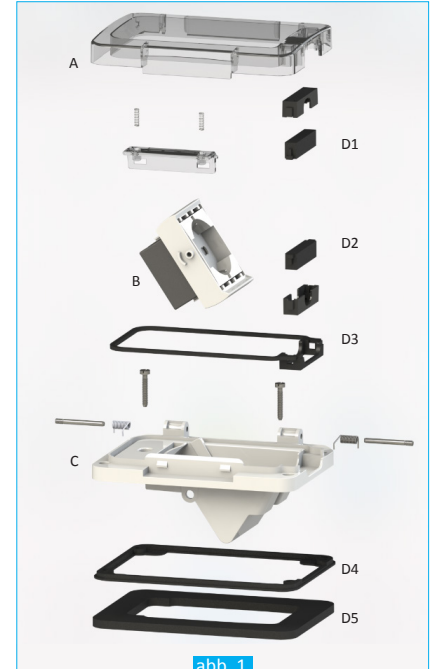

abb. 1
Das WIDE-Produkt enthält ein Gehäuse (abb. 1-C) mit einem schrägen Abdeckrahmen der Axialstecker (abb. 1-B), wie auch Winkelstecker mit 90° Winkel enthalten kann, einen Deckel (abb. 1-A) und einige Verschlussdichtungen. (abb. 1-D1,D2,D3,D4,D5)
Защитный корпус WIDE состоит из рамки (рис. 1-C), откидной подставки (рис. 1-B), адаптированной для приема вилок с прямым кабелем или с кабелем под углом 90°, крышки (рис. 1-A) и различных уплотнительных прокладок. (рис. 1-D1,D2,D3,D4,D5) Модели WIDE спроектированы для обеспечения надлежащего закрытия крышки и герметичности кабеля до заявленного класса защиты с гарантией, что вилка или разъем и кабель не будут повреждены при следующих условиях:
- Der Grad der Sicherheit hängt auch von der Erhaltung der Silikonisolation der Kabelhalterung ab. Deswegen muss von der genannten Dichtung regelmäßig kontrolliert werden (fig. 1-D1,D2). Sollte ein Verschleiß festgestellt werden und in jedem Fall, alle 2 Jahre, muss die Dichtung mit einem Originalersatzteil 4BOX Code: 4B.W.RU ausgetauscht werden.
- Степень защиты зависит также от состояния силиконового уплотнения, облегающего кабель. Поэтому следует регулярно проверять степень его износа (рис. 1-D1,D2). При его износе или в любом случае раз в 2 года следует заменять силиконовый уплотнитель оригинальным изделием 4BOX с кодом: 4B.W.RU
- Vor dem Installieren von WIDE mit der Dose muss die Dichtung (abb. 1-D5) abgenommen werden
- Dichtung vom Rahmen (abb. 1-D5) entfernen